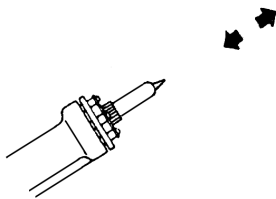

FIG. 1
2. Verhoog de temperatuur van het verwarmingselement om het gestolde soldeer te doen smelten. Beweeg het reinigungsstiftje heen en weer tot de punt volledig vrij is (zie fig. 1).